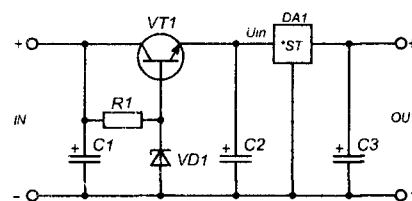

Рис. 2
На **рис. 2** схематически показан один из способов расширения функциональных возможностей стабилизатора с низким допустимым входным напряжением [2]. Действительно, бывают случаи, когда источник питания (IN) имеет напряжение, превышающее максимально допустимое входное напряжение U_{in} схемы (микросхемы) стабилизатора ST.